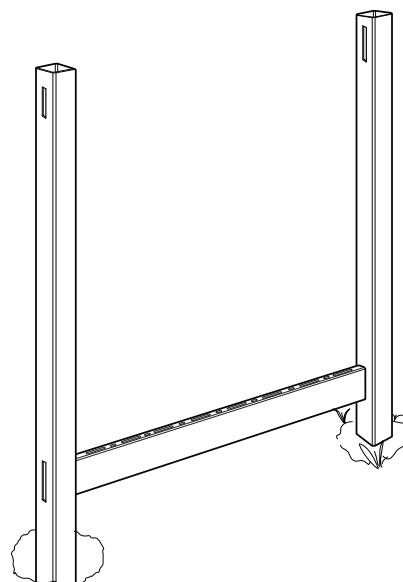

fig. 5
STEP 3 – Install the second post into the ground and **temporarily** secure into place. Set the bottom rail into the second post and level (fig. 5). (You will secure the second post with concrete in Step 5).
ÉTAPE 3 – Installez le deuxième poteau dans le sol et fixez-le temporairement en place. Placez la traverse inférieure dans le deuxième poteau et le niveau (fig. 5).